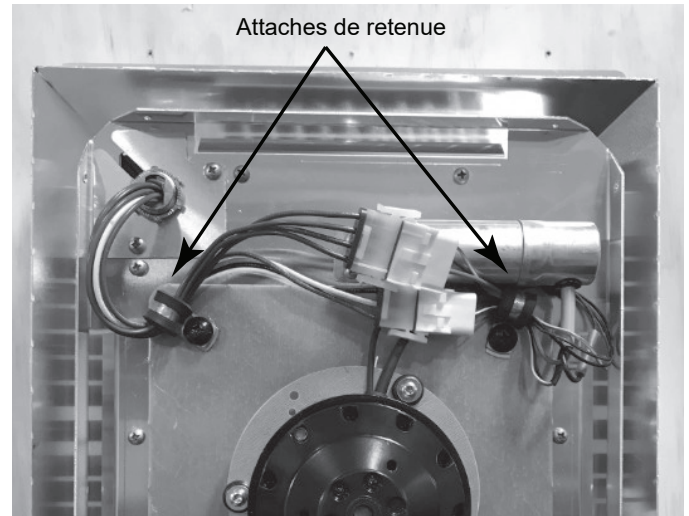

Figure 7.20
- Branchez les connecteurs du faisceau de câbles sur ceux de l'ensemble moteur, puis fixez le faisceau de câbles et les fils du moteur à l'aide des clips de retenue (2), comme il est indiqué. Voir la figure 7.20.